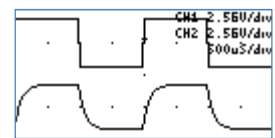

Abbildung 58: RC Messung
- 5) Die Anzeige sollte ähnlich sein wie in Abbildung 58.